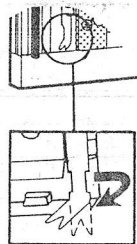

Fig. 2
**NOTE:** do not forget that the last lower module (the one in contact with the lower head) will have the two buttons common forks bent of 90° as indicated in fig. 2, in order to avoid interferences.
**NOTE:** ne pas oublier que le dernier module en bas (celui à contact avec la tête inférieure) aura les deux fourchettes du commun des touches pliées de 90° comme indiqué dans la fig. 2, pour éviter des interférences.